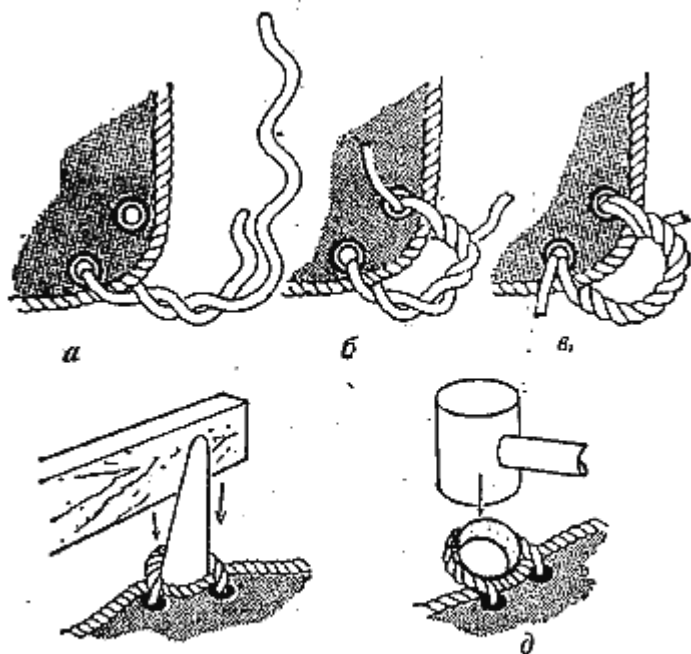

Рис. 62. Заделка кренгельса:
Длинный конец пряди пропускают через второй люверс и закручивают вокруг самого себя к первому люверсу и обратно, пока не образуется кренгельс из трех прядей (рис. 62) — и работа сделана *.
** Концы прядей надо закрепить, связав их полуузелом и наложив на это место бензель или затяжную марку. Иногда расстояние между люверсами на парусе делают меньше, чем диаметр коуша, как показано на рис. 62, чтобы угол охвата коуша кренгельсом был больше. В таком случае между люверсами делают бензель, чтобы парусина в этом месте не была перегружена (прим. переводчика).*